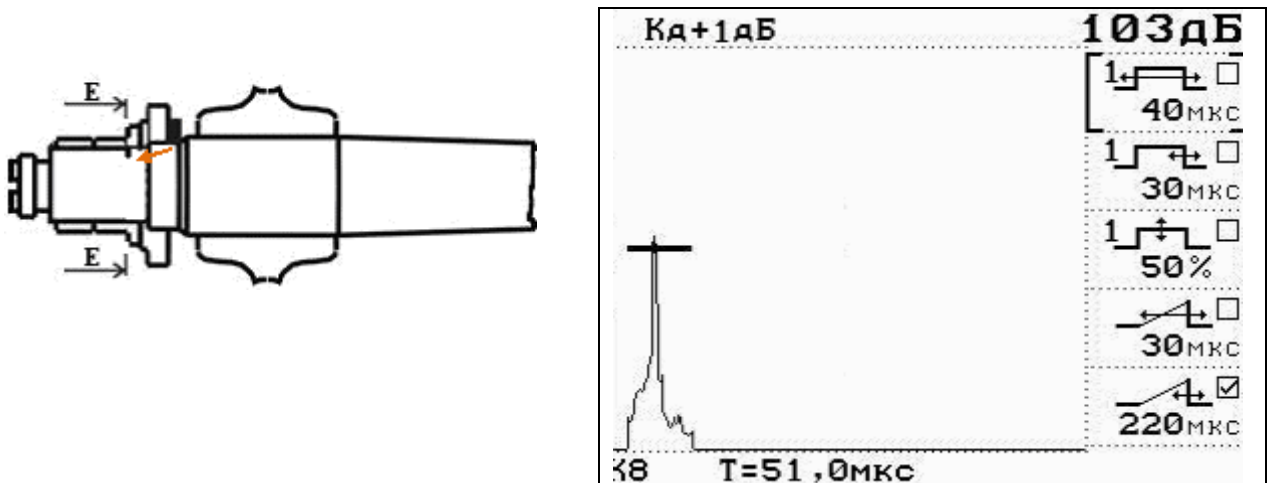

Рисунок 6.14 – Схема установки УСО-1 на НО и вид экрана дефектоскопа при проверке чувствительности и глубиномера (канал 8)
- перемещая УСО-1, установить его в такое положение, при котором амплитуда эхо-сигнала от пропила глубиной 2 мм в сечении Е-Е максимальна (рисунок 6.14);